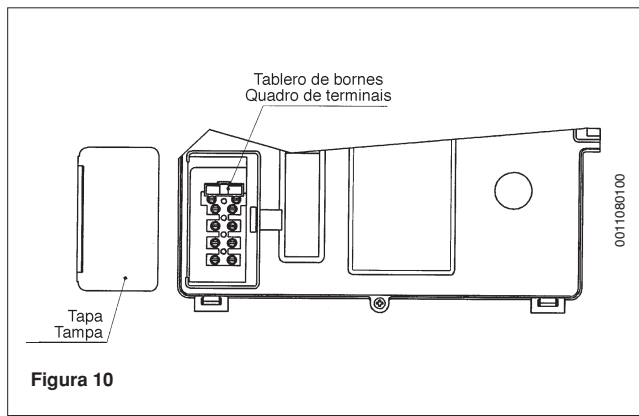

Figura 10
- retirar el tapa y acceder a la zona conexiones eléctricas (figura 10).
- tirar a tampa; a zona das ligações eléctricas está acessível (figura 10).